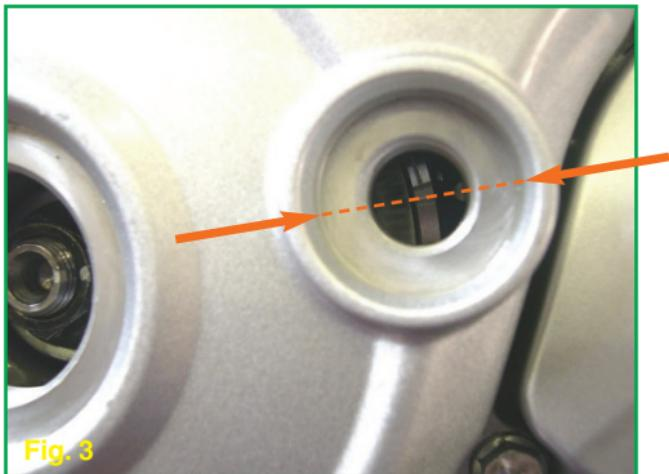

Fig. 3
- Porter le moteur au point mort haut en phase de compression, en alignant le repère sur la roue crantée de l'arbre à cames (Fig. 2) avec le repère fixe sur la culasse, et l'inscription "I" sur le rotor de l'alternateur avec le repère sur le couvercle du volant moteur (Fig. 3).
- Mettre le vilebrequin au point mort haut en alignant l'inscription "I" sur le rotor de l'alternateur avec le repère fixe sur le couvercle du volant moteur (Fig. 3).